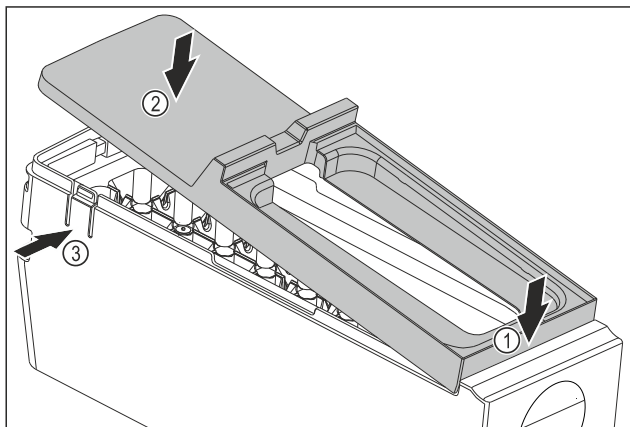

Fig. 108
- Montáž krytu korpusu EasyTwist-Ice: Kryt nasadíte vpredu. Fig. 108 (1)
- Kryt spustíte dozadu. Fig. 108 (2)
- Kryt počutelné zapadne od oboch strmeňov Fig. 108 (3).